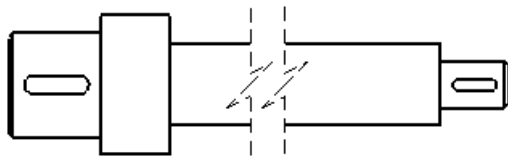

图 6.3.35 “小锯齿线切断”折断样式
- **小锯齿线切断**: 折断线为小锯齿线 (图 6.3.35)。